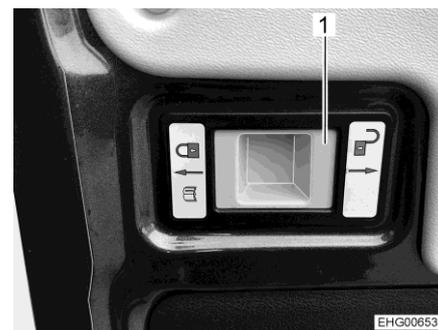

Fig. 15 Maniglia per sbloccare la limitazione
- Spingere a destra la maniglia (Fig. 15,1) (simbolo "lucchetto aperto"), tenere ferma la porta di coda e continuare ad aprirla con cautela.
Per farlo, spingere a sinistra la maniglia (Fig. 15,1) (simbolo "lucchetto chiuso").